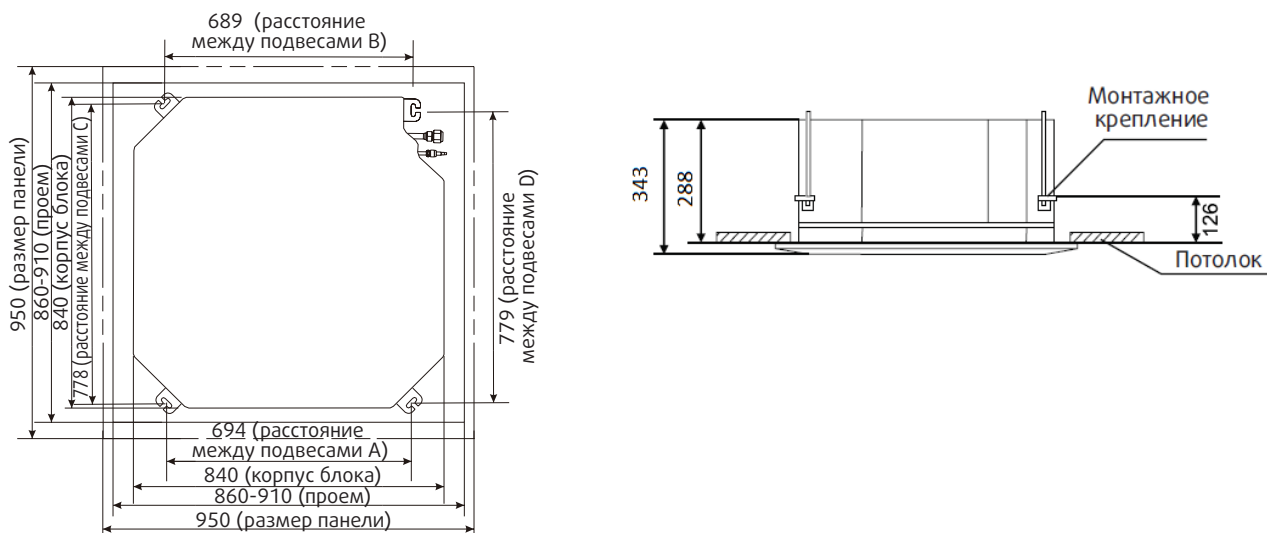

Рис. 2.1
1. Прорежьте в основном потолке отверстие в соответствии с установочными размерами монтажного шаблона (рис.2.1)